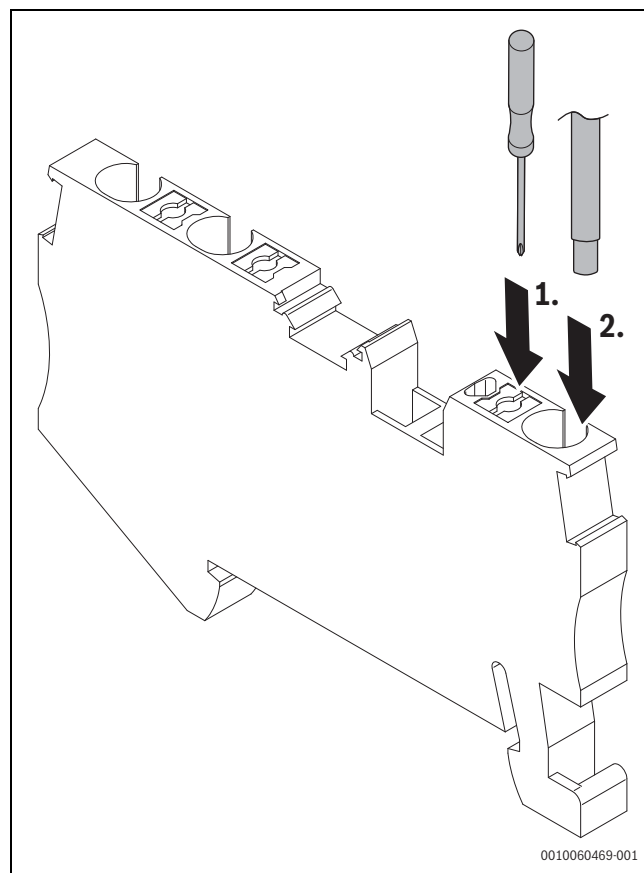

Fig. 35 Raccordement du câble d'alimentation
- ▶ Raccorder le câble comme illustré à la → Figure 35.